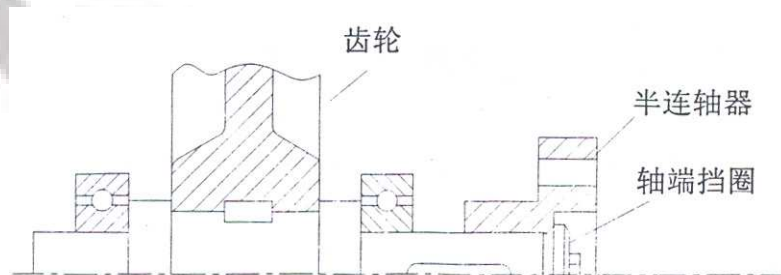

图 2
4、分析图 2 结构设计有哪些错误，标出序号，按序号简述错误内容，并画出修改后的结构设计图。(18 分)